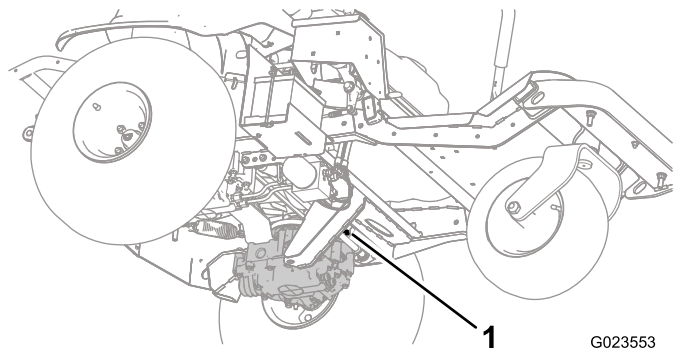
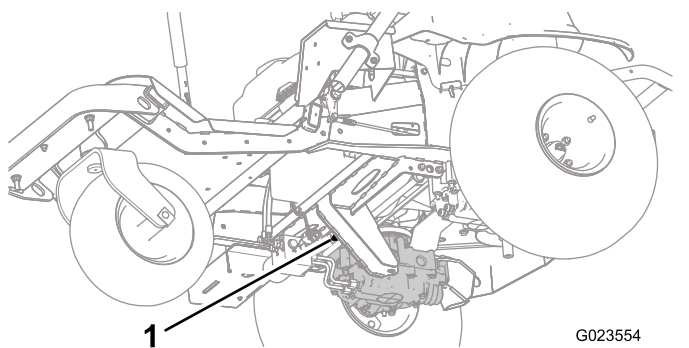
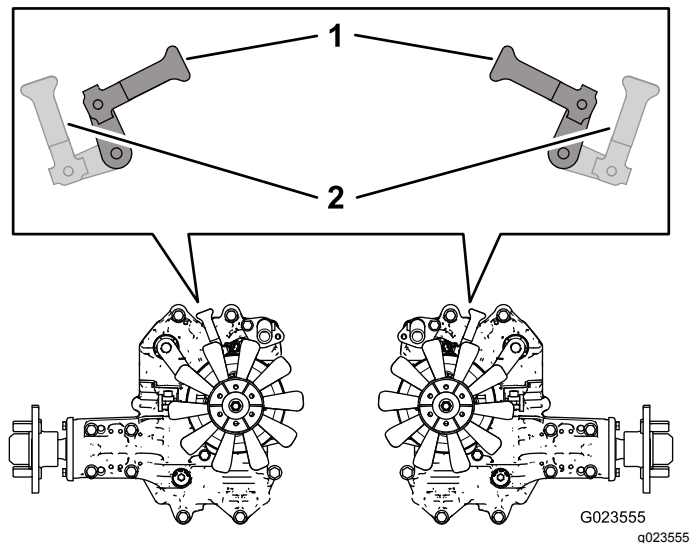

図 27
図 28
図 29
2. マシンの下側から、バイパスバルブレバー図 27 および図 28を回してそれぞれが機体の内側を向くようにする図 29。次に、駐車ブレーキを解除する **駐車ブレーキの使用方法 (ページ 22)** を参照。
3. マシンの移動が終了したら、左右のバイパスバルブレバーを元通りに前向き通常走行モードに戻しておく図 29。